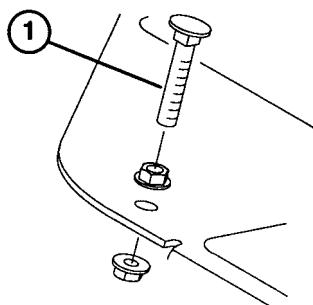

図41
1. 走行ペダルを一杯まで踏み込んでみる。ペダルがストップ(図41)に当たる前にケーブルが張ってしまうようなら以下の手順で調整する: